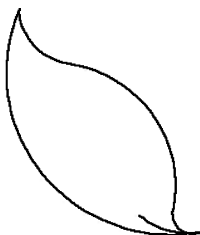

图 5-24 花瓣外框
(1) 单击“默认”选项卡“绘图”面板中的“多段线”按钮 和“圆弧”按钮 , 绘制花瓣外框, 绘制结果如图 5-24 所示。